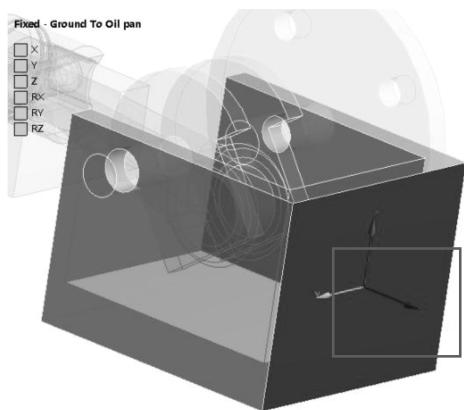

图 5-21 创建 Oil pan 接地连接
(8) 创建 Oil pan 接地连接: 单击【Connections】→【Joints】→【Body-Ground】→【Fixed】, 在标准工具栏中单击 , 参考体默认, 运动体选择 Oil pan 底面表面, 如图 5-21 所示, 其他默认。